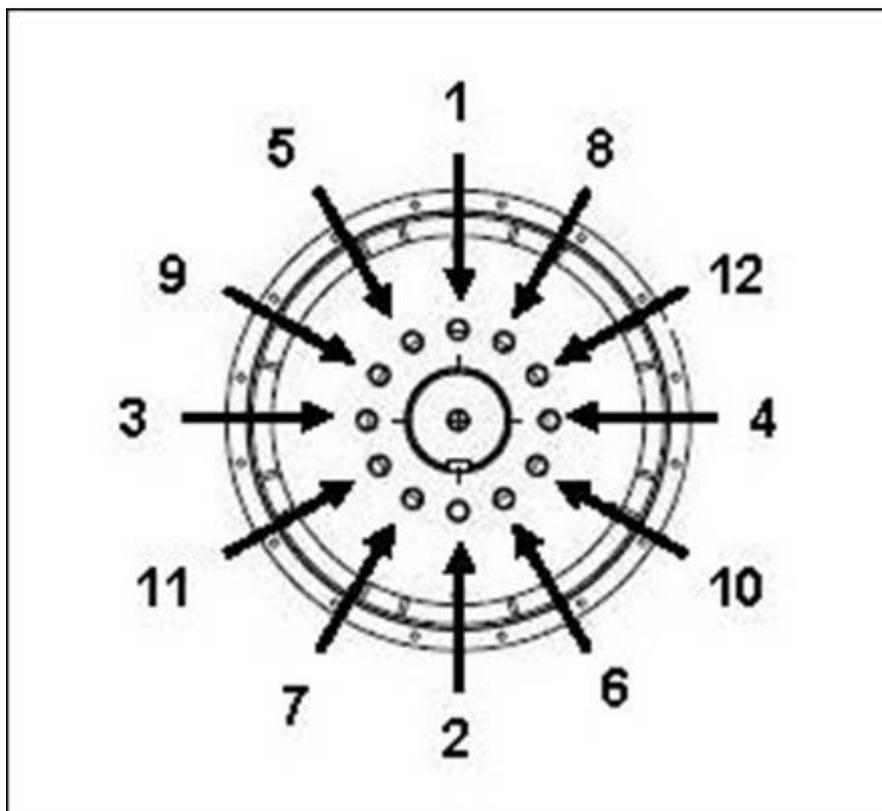

ABBILDUNG 15. REIHENFOLGE DER BEFESTIGUNG AN NABE
4. Gegebenenfalls die Schrauben der Kupplungsscheibe in der Reihenfolge anziehen wie dargestellt in Abbildung 15 auf Seite 31.